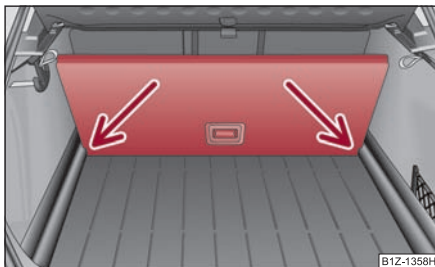

Fig. 103 Portbagajul: Compartimentarea portbagajului
- Ridicați partea podelei cu mânerul și asigurați-o prin introducerea în fixaje ⇒ fig. 103. ■